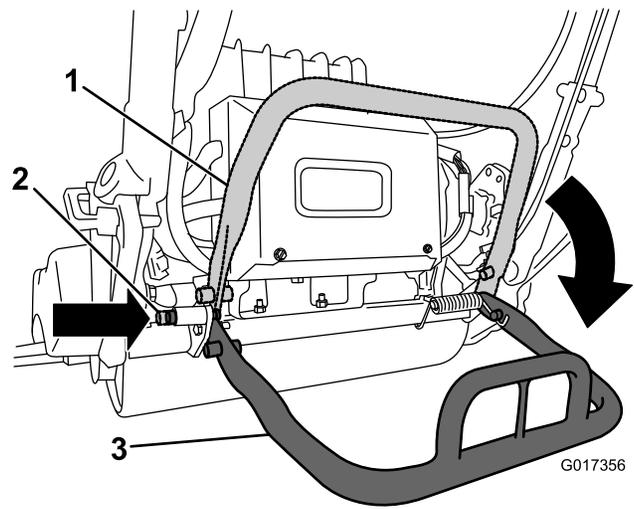

Bild 6
2. Senken Sie den Ständer ab und drücken Sie den Arretierbolzen ein, um den Ständer in der Wartungsstellung zu arretieren (Bild 6).